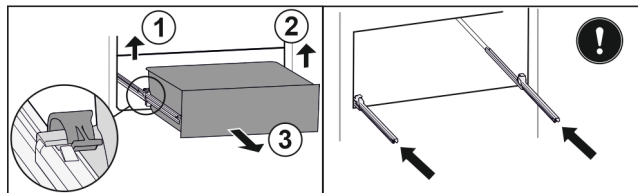

Fig. 151
- ▶ Приподнимите левый зажим и одновременно вытяните движением вперед выдвижной ящик слева. Fig. 151 (1)
- ▶ Приподнимите правый зажим и одновременно вытяните движением вперед выдвижной ящик справа. Fig. 151 (2)
- ▶ Извлеките выдвижной ящик движением вперед. Fig. 151 (3)